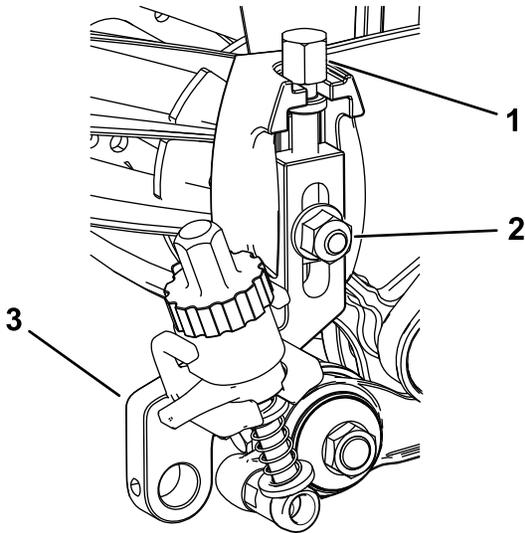

图 21
1. 将之前卸下的剪草高度调节螺丝旋入剪草高度组件的顶部 图 21。
2. 用先前卸下的防松螺栓、螺母和专用垫圈将剪草高度组件安装到滚刀组侧板 图 21。